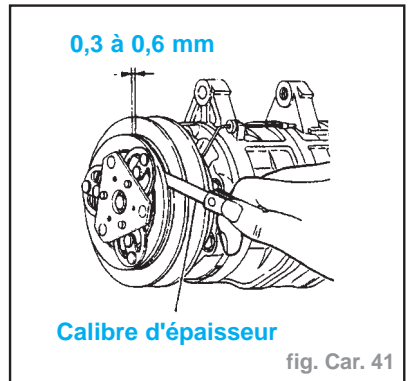

fig. Car. 41
- Contrôler le jeu tout autour de la circonférence du disque d'embrayage (fig. Car. 41) :